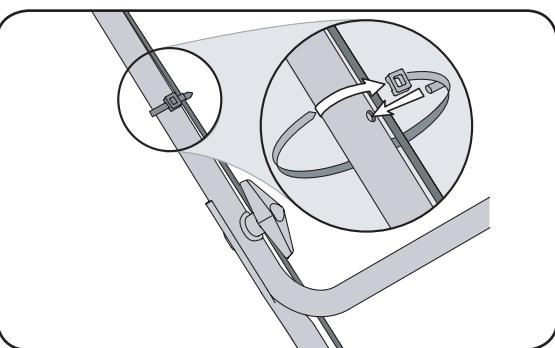

Figure 4
4. Enfonsez les tâches-câbles dans les trous aménagés dans le guidon inférieur. Serrez l'attache-câble et coupez le surplus. Voir la Figure 4.